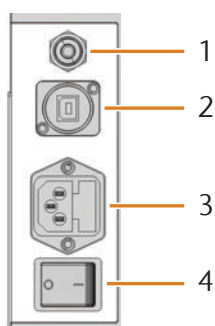

FIG. 2: PANNEAU DE RACCORDEMENT À L'ARRIÈRE
- [1] Panneau de raccordement situé à l'arrière (☞ Fig. 2)